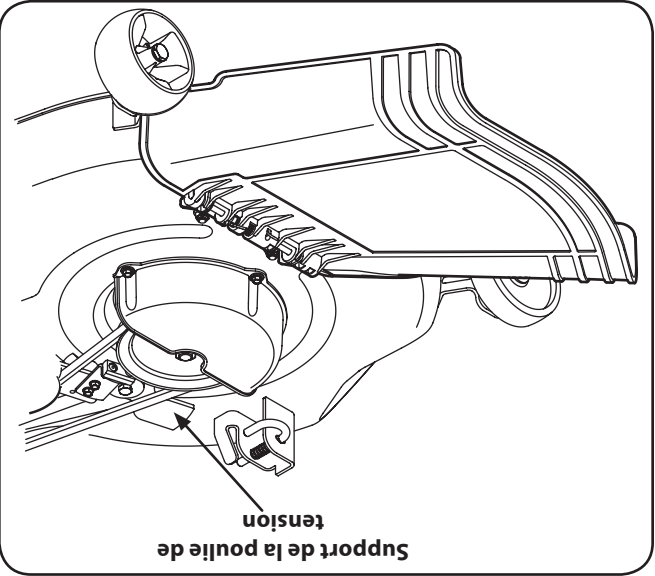

Figure 7-6
3. Retirez les couvre-courroies en enlevant les vis auto-taradeuses qui les maintiennent sur le plateau de coupe. See Figure 7-6.
REMARQUE: Si la tension de la poulie est trop importante pour permettre son démontage facile de l'embrayage de la prise de force électrique, insérez soigneusement une clé à cliquet de 3/8 po dans le trou carré qui se trouve sur le support gauche de la poulie de tension. Faites ensuite pivoter la clé à cliquet vers la droite du tracteur pour détendre la courroie. Voir la Figure 7-6